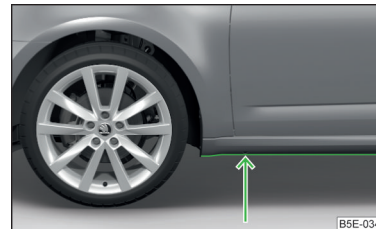

Abb. 250
- › Daher vor einer Wasserdurchfahrt die Wassertiefe feststellen. Der Wasserstand darf maximal an die Unterkante des Unterholms reichen » Abb. 250.